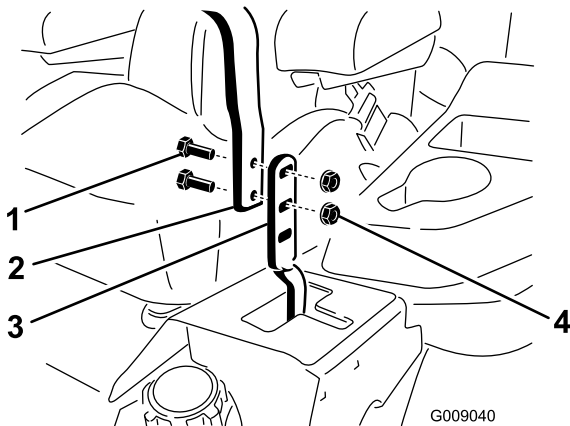

Figura 60
3. Afloje los pernos y las tuercas con arandela prensada de las palancas (Figura 60).